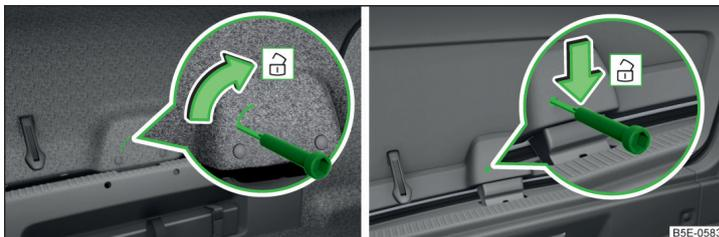

Abb. 234 Gepäckraumklappe entriegeln: Variante 1 / Variante 2
- › In die Aussparung bzw. Öffnung in der Verkleidung » Abb. 234 einen Schraubendreher oder ein ähnliches Werkzeug bis zum Anschlag einführen.